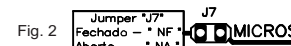

Fig. 2
A central QRM-ST12 permite escolher qual tipo de fim de curso a ser usado no acionamento do portão, (Fig.2), para o qual se define: FIM DE CURSO FECHADO (NF): Jumper "J7" - FECHADO e FIM DE CURSO ABERTO (NA): Jumper "J7" - ABERTO